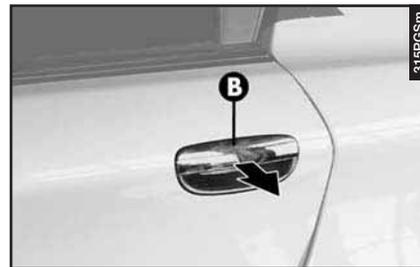

fig. 18
– Per aprire la porta, solo con pomello interno (**A-fig. 17**) sollevato, tirare la maniglia di apertura (**B-fig. 18**).